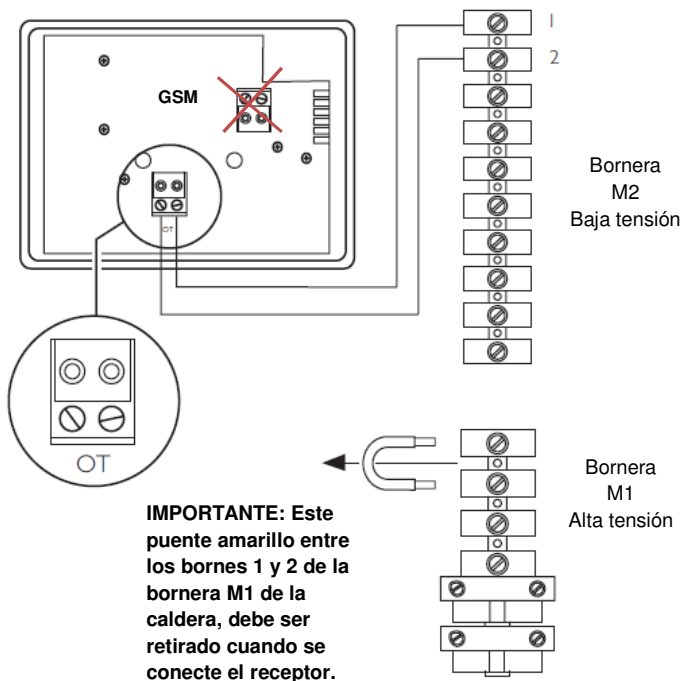

Fig. 9: Conexión y parte posterior del receptor
1. El receptor debe ser conectado en la caldera según se indica en la Fig. 9.
- El error **E83** indica que el receptor no se está comunicando con la caldera. Comprobar el conexionado entre ambos componentes. Ver Fig. 9.
- Que el cableado entre el receptor y la caldera sea el correcto. Ver Fig. 9.